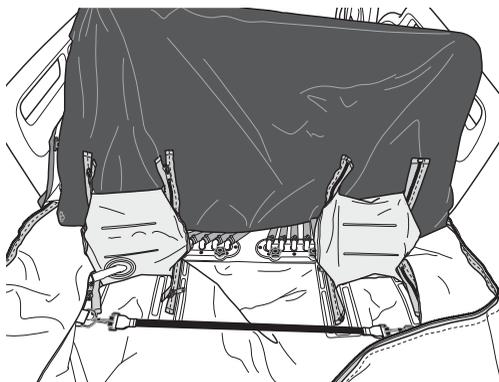

Figura 6: conectores de aire bajo el cojín interior del colchón
4. Levante los cojines (figura 6) y conduzca visualmente los conectores de aire del colchón de aire hasta los puertos de conexión.